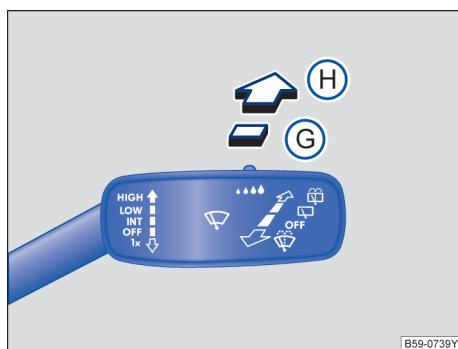

图 107 挡风玻璃雨刮器拨杆：后窗雨刮器操作
- 将挡风玻璃雨刮器拨杆向前按到位置 ⑥ → 图 107，大约每隔六秒，雨刮器刮一次车窗。